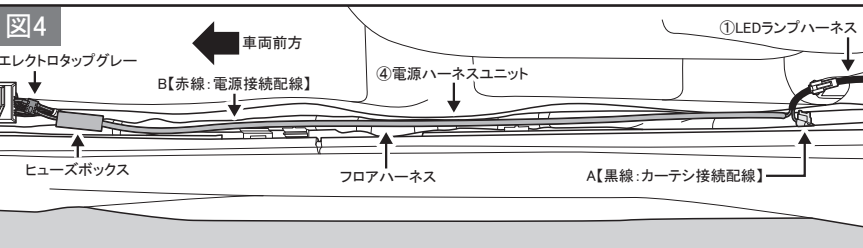

図5
6. 図5・6を参照し、④電源ハーネスユニットのエレクトロタップグレーが付いているB【赤線:電源接続配線】を車両ハーネス【青藤色/桃】に接続する。